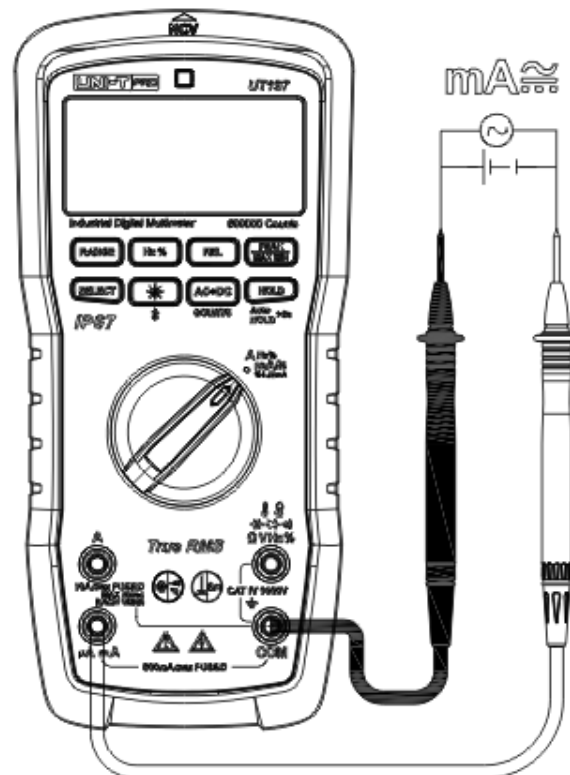

Abbildung 15
12. AC/DC mA-Messung (Abbildung 15)